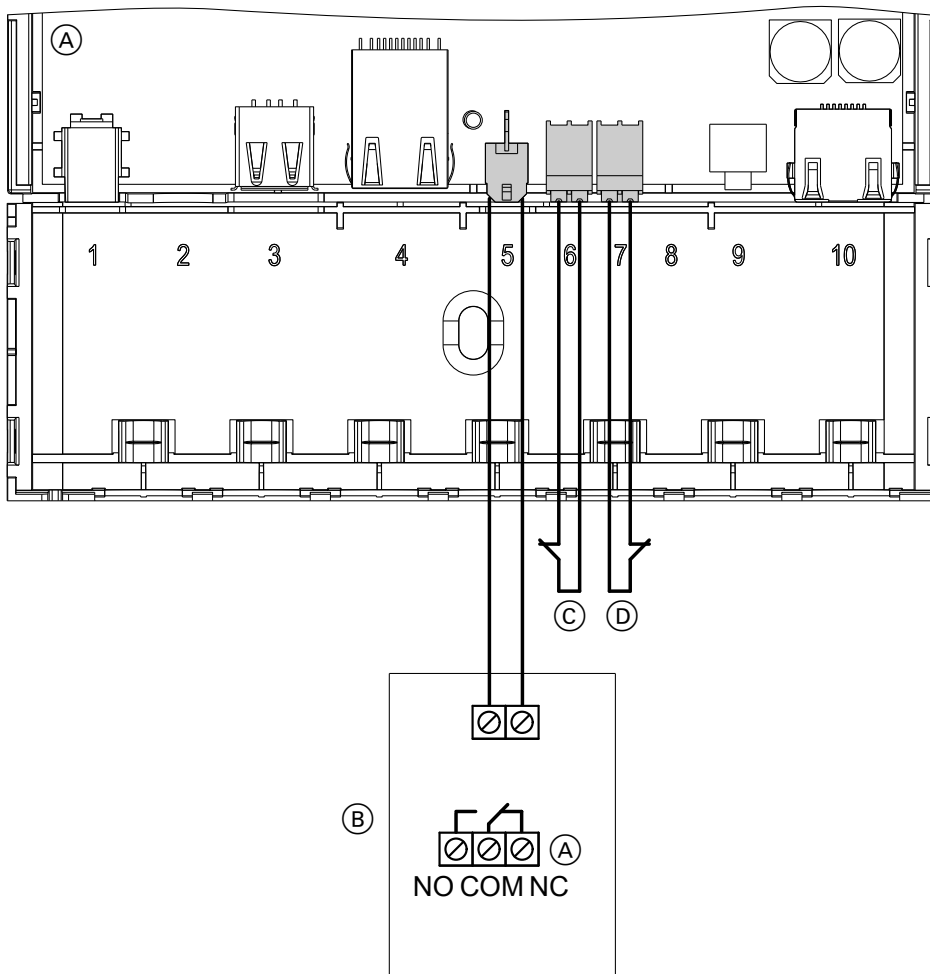

Abb. 9
1. Potenzialfreie Kontakte über Federklemmen an DI1 © oder DI2 ⓓ der Vitocom 200 anschließen, siehe Abb. 9.